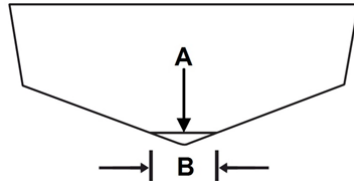

Рис. 6 Установка на лодку с V-образным дном
2. Проведите (нанесите, нарисуйте) горизонтальную линию А на транце выше дна лодки той же длины, что и ширина В корпуса водозаборника (Рис. 6).
4. Установите высоту подвешного лодочного мотора на транце лодки так, чтобы передняя кромка корпуса водозаборника соответствовала горизонтальной линии А (Рис. 6)